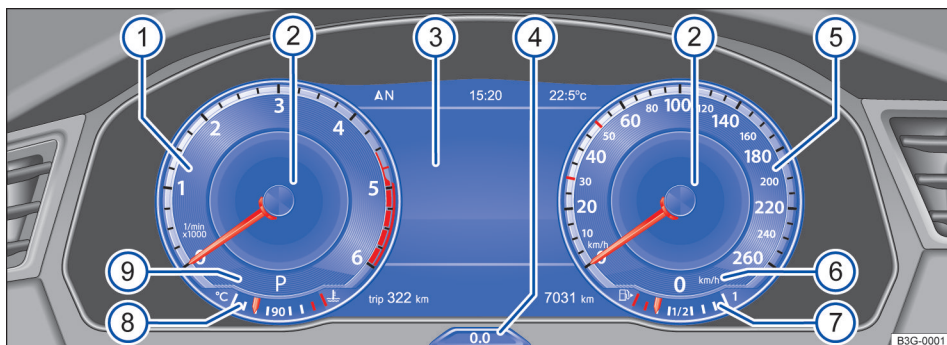

Fig. 14 No painel de instrumentos: Active Info Display.
Através do item de menu **Vistas** no display do instrumento combinado → Página 24 podem ser selecionados diferentes perfis de informação específicos de temas. Dependendo do perfil de informação selecionado, o Active Info Display mostra informações adicionais no centro de instrumentos redondos → Fig. 14 ②. Os seguintes perfis de informação podem ser selecionados:
Eslarecimento dos instrumentos Fig. 14: